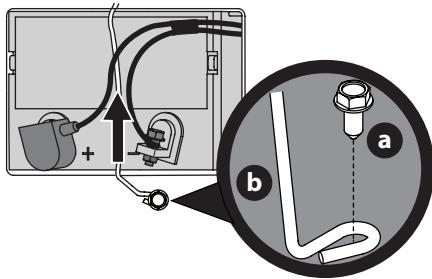

Figura 20
3. Extraiga el tornillo de arandela hexagonal (a) que sujetla el soporte de sujeción de la batería al bastidor (b). Luego levante el soporte de sujeción de la batería (b) para liberar la batería (Figura 20).